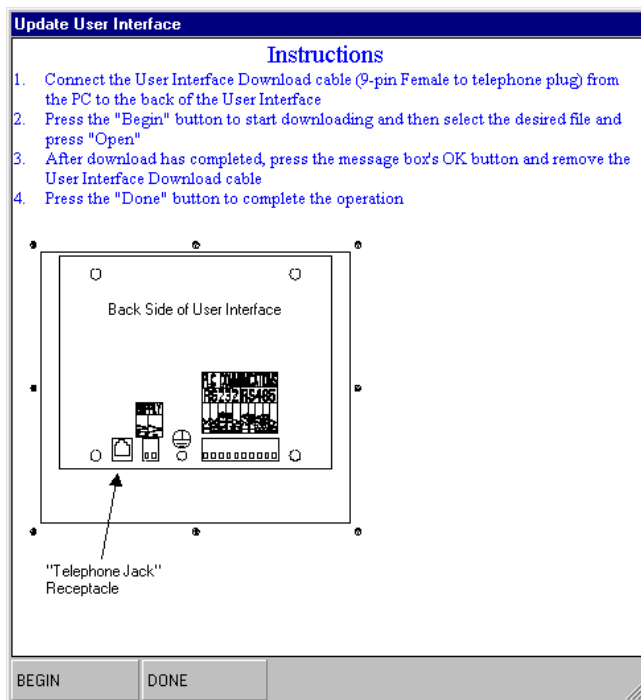

Fig. 13.38
2. Une fenêtre d'instructions de mise à jour du programme d'interface utilisateur apparaîtra. Voir Fig. 13.38.
4. Appuyer sur le bouton DÉBUT dans la fenêtre d'instructions pour commencer la sauvegarde. Voir Fig. 13.38.